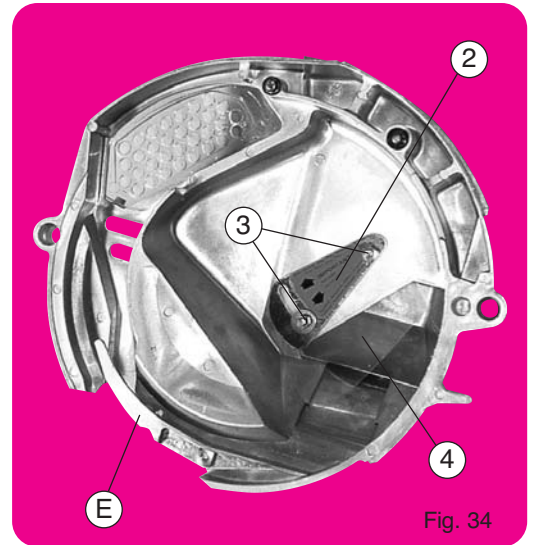

Fig. 34
1. POSITION HAUTE (fig. 34) POUR GROSSES GRAINES, c'est-à-dire maïs, haricots, soja, pois, fèves, arachides, coton...
1. HIGH POSITION (fig. 34) FOR LARGE SEEDS, i.e. corn, beans, soybean, peas, kidney beans, peanuts, cotton...
1. Hohe Stellung (Abb. 34) für großes Saatgut, d. h. Mais, Bohnen, Soja, Erbsen, Ackerbohnen, Erdnüsse, Baumwolle...
1. STAND HOOG : (fig. 34) voor GROTE ZADEN, dat wil zeggen maïs, bonen, soja, erwten, veldbonen, pinda's, katoen...